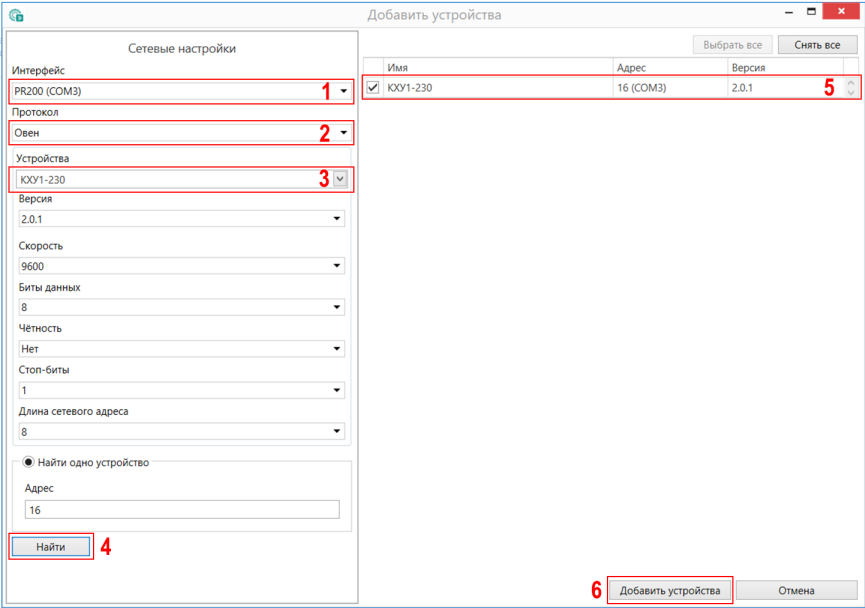

Рисунок 12.1 – Настройки связи с устройством
6. Выбрать интерфейс «PR200 (COM3)» (см. рисунок 12.1, 1). Номер COM порта, присвоенный прибору, можно узнать в Диспетчере устройств Windows.
7. Выбрать протокол **ОВЕН** (см. рисунок 12.1, 2).
8. Выбрать устройство (рисунок 12.1, 3). Модификация прибора указана на боковой стороне прибора.
9. Выбрать «Найти одно устройство», если добавляется один прибор. Запустить поиск нажатием на кнопку «Найти» (см. рисунок 12.1, 4).
10. Выделить найденное устройство (см. рисунок 12.1, 5).
11. Добавить устройство в проект Конфигуратора кнопкой «Добавить устройства» (см. рисунок 12.1, 6).
1. Нажать на кнопку  **Обновить устройство** в контекстном меню выбранного устройства или в главном меню. Откроется диалоговое окно для смены встроенного ПО устройства. Можно обновить одно или несколько устройств. Устройства следует выделить в области устройств (см. рисунок 12.1, 5) и выбрать **Обновить устройство** в контекстном меню или главном меню.